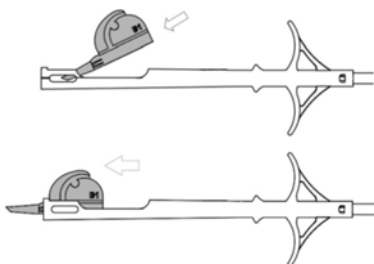

Fig. 2
10. Вставьте закрытый картридж в загрузочное отделение корпуса инжектора, как показано на Рис. 2.